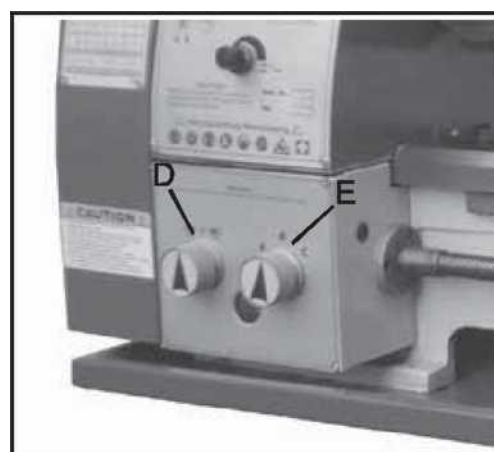

Рис. 12
4. Селектор направления подачи (D, Рис. 12)
5. Селектор скорости подачи (Е, Рис. 12)